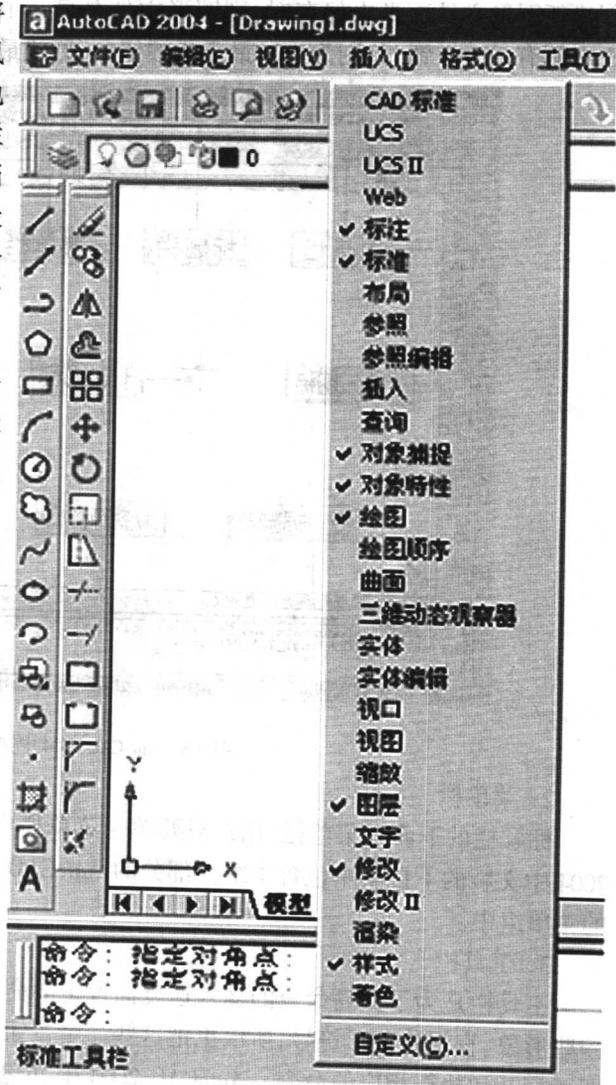

图 2-4 工具栏快捷菜单
(1) 将鼠标光标移动到已打开的工具栏上,按下鼠标右键,将出现工具栏的快捷菜单,如图 2-4 所示,单击任一没有“√”的菜单项,即可在绘图窗口打开该菜单项对应的工具栏,再把它拖至屏幕的合适位置,以供后用;若单击已有“√”的菜单项,则关闭该菜单项对应的工具栏。